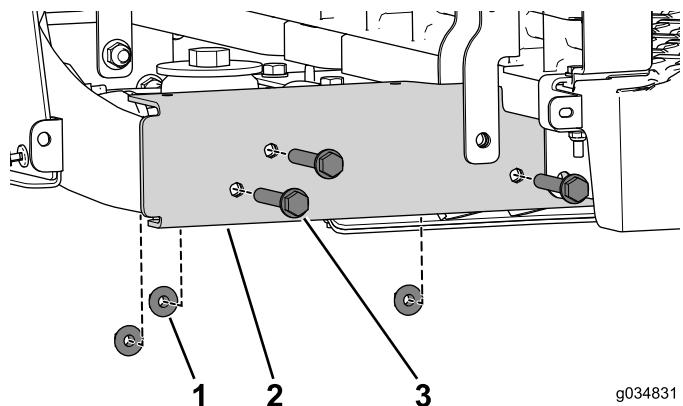

**图65**
3. 卸下将侧轨固定到机器上的凸缘螺栓  $3/8 \times 2-1/2$  英寸和螺母 图65。对机器的两侧均执行此操作。
4. 从前向后卸下将侧轨固定到机器上的凸缘螺栓  $5/16 \times 3/4$  英寸 图65。对机器的两侧均执行此操作。